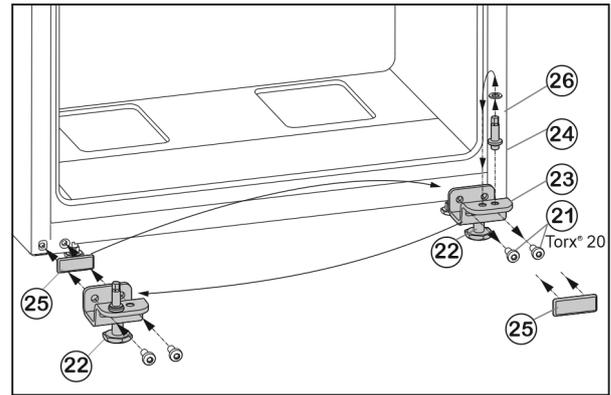

Fig. 9
- ▶ Befestigungsschrauben Fig. 9 (21) abschrauben.
- ▶ Lagerbock unten Fig. 9 (23) komplett mit Lagerbolzen Fig. 9 (24), Scheibe Fig. 9 (26) und Stellfuß Fig. 9 (22), abnehmen.
- ▶ Lagerbolzen Fig. 9 (24) komplett mit Scheibe Fig. 9 (26) abschrauben, in das gegenüberliegende Aufnahme Loch des Lagerbocks umsetzen und wieder festschrauben.
- ▶ Abdeckplatte Fig. 9 (25) vorsichtig abnehmen und auf die Gegenseite umsetzen.
- ▶ Lagerbock unten Fig. 9 (23) komplett, mit Lagerbolzen Fig. 9 (24), Scheibe Fig. 9 (26) und Stellfuß Fig. 9 (22) auf der neuen Scharnierseite ggf. mit Hilfe eines Akkuschraubers **fest (mit 4 Nm)** wieder anschrauben.
- ▶ Tür von oben auf Lagerbolzen Fig. 9 (24) aufsetzen.
- ▶ Stellfuß Fig. 9 (22) am Lagerbock unten Fig. 9 (23) herausdrehen, bis er auf dem Boden aufliegt.